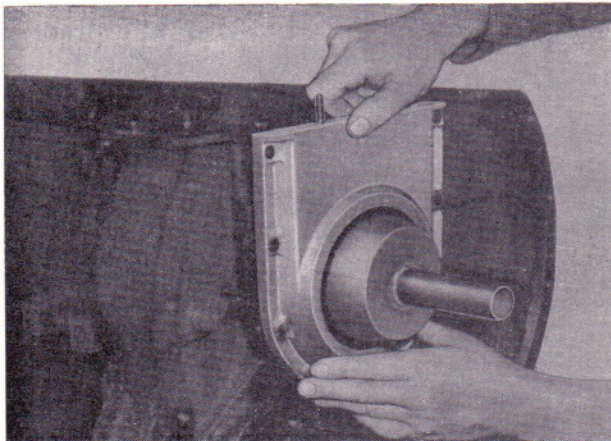

Bild 81
- Verschußdeckel aufsetzen und mit dem Zentrierdorn 27 95671 003 den Radialwellendichtring auf den Schwungradflansch zentrieren (Bild 81).